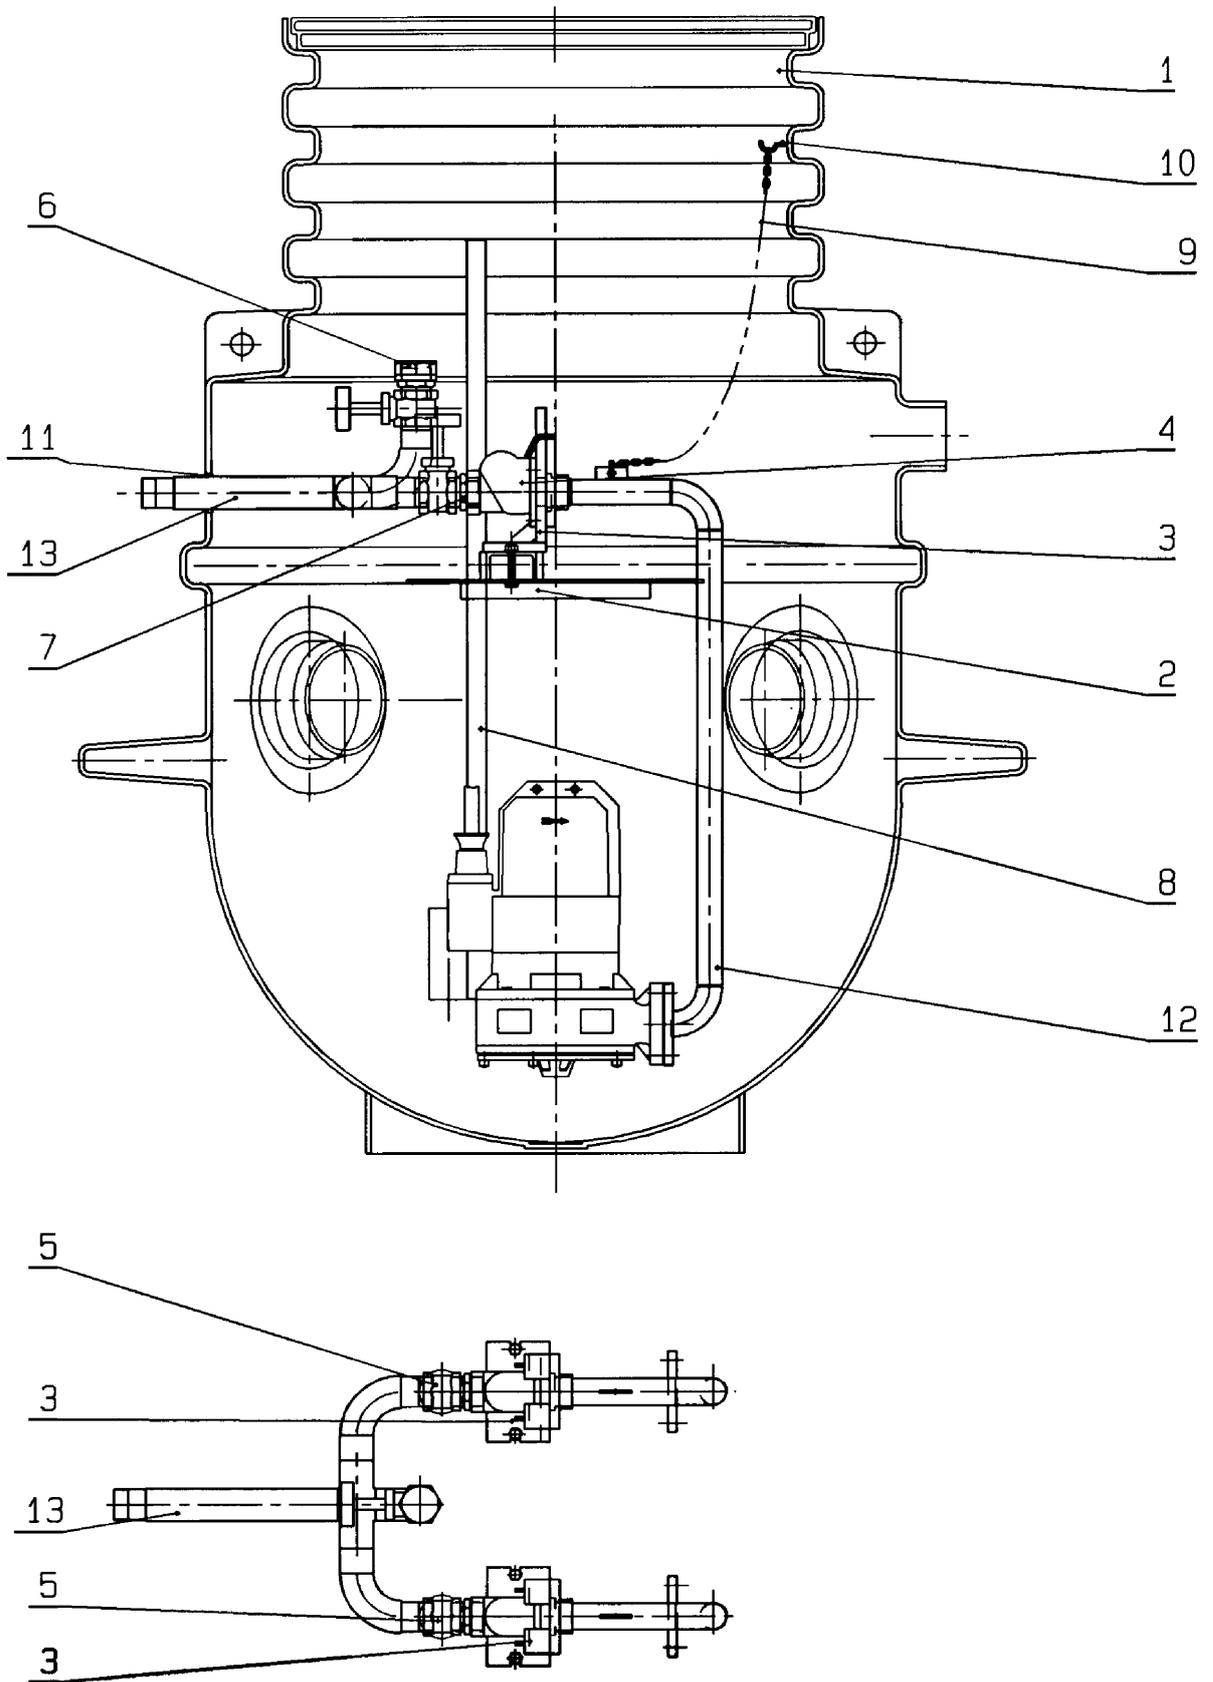

Fig. 2
#### **4.1. Opis urządzenia (rys. 1 i rys. 2)**
(rys. 1) lub WS 1100 E/D dla dużych pomp pojedynczych lub pomp podwójnych (rys. 2). Żłobki na jednej części ściany studzienki oraz kołnierz zabezpieczają studzienkę przed wypłynięciem wskutek siły wyporu. W celu podłączenia jednej lub dwóch pomp zatapialnych montuje się w studzience następujące części:
W zależności od potrzeby orurowanie dostarcza się albo wykonaniu dla jednej pompy albo w wykonaniu dla dwóch pomp (rys. 2).
- Przy ekstremalnych właściwościach gruntu i wysokim poziomie wody gruntowej należy zabezpieczyć studzienkę przed wypłynięciem przez położenie na kołnierzu odpowiednio ciężkich kawałków betonu (rys. 2). Obciążenie betonowe powinno być ustawione sztywno na gruncie znajdującym się obok kołnierza, a nie na samych płetwach. pomiędzy beton i kołnierz nasypać piasku. W normalnych warunkach tego rodzaju zabezpieczenie nie jest potrzebne
- Wsunąć drążek mocujący (rys. 1 i rys. 2, poz. 8) wraz z czujnikiem poziomu do przewidzianej do tego celu szczeliny w belce poprzecznej.